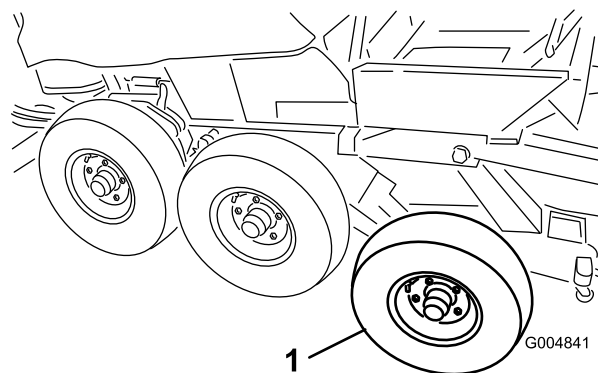

Figura 30
22. Retire los neumáticos delantero y central del conjunto de invierno (Figura 30).